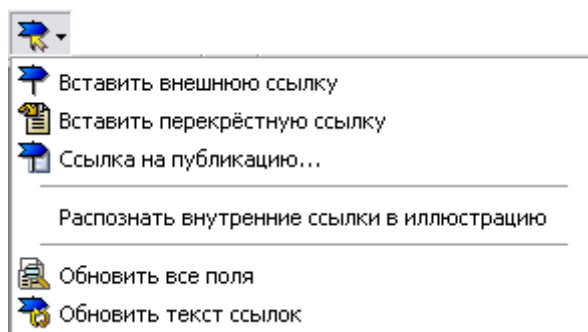

Рис. 3.201
2. На инструментальной панели **Объекты** нажмите на кнопку **Ссылки и поля**  (Рис. 3.201).